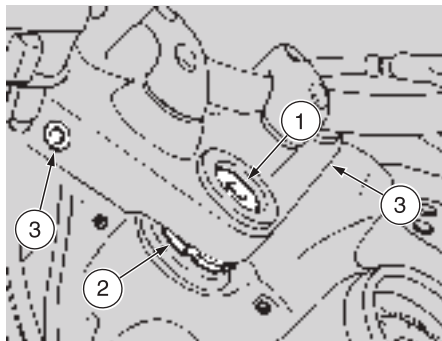

Fig. 43
- ◆ Afloje los dos tornillos (3-Fig. 43).
- ◆ Afloje el tornillo (1-Fig. 43).
- ◆ Actúe con la llave adecuada sobre el eje de regulación (2-Fig. 43), para recuperar el juego con pequeñas rotaciones.
- ◆ Apriete completamente el tornillo (1-Fig. 43).
- ◆ Apriete los dos tornillos (3-Fig. 43).